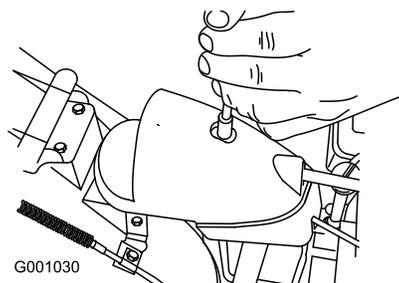

Figure 42
1. Retirez la fixation du couvercle du secteur denté (Figure 42), soulevez l'avant du couvercle et faites-le coulisser en arrière de façon à l'écarter.